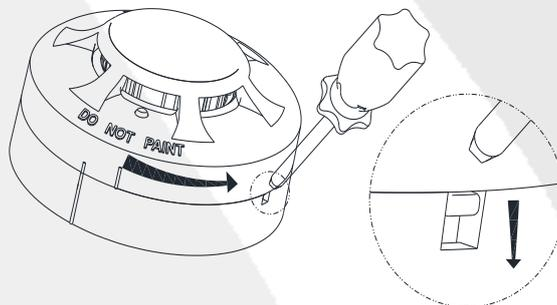

Fig. 1: Desconectar a cabeça do detector da caixa traseira
1. Remova o detector da base usando uma pequena chave de fenda para abaixar a trava, em seguida, gire o dispositivo no sentido anti-horário (Fig. 1):